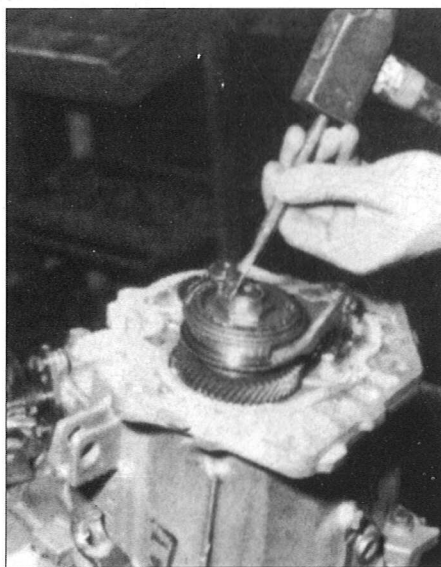

Fig. 40 – Porca do veio primário
- Descravar as porcas dos veios (Fig. 40).